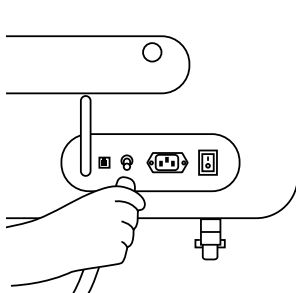

Abb. 10.1 Anschließen der Inertgasquelle.
1. Schließe die Inertgasquelle an den Gaseinlassstutzen auf der Rückseite des Druckers an. Es handelt sich um eine Schnellkupplung (Abb. 10.1).